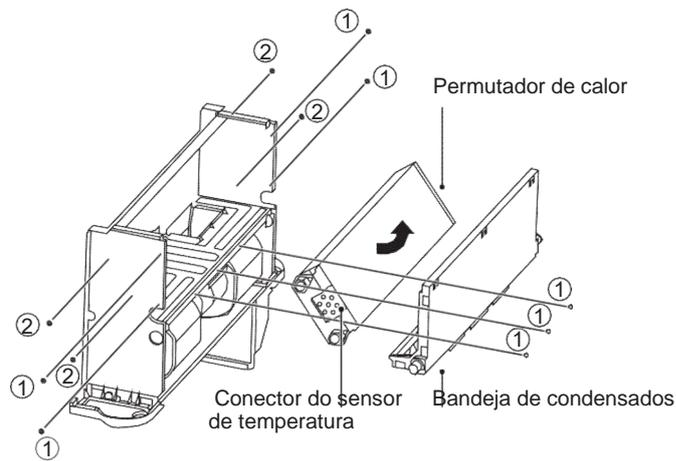

Figura 5-18
Como mostra na Figura 5-18, remova os parafusos ①*7 para retirar a bandeja de condensado.